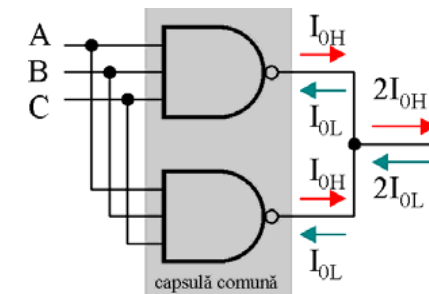

Figura 4.12. Posibilitate de interconectare a ieșirilor a două circuite CMOS.
3. Este interzisă interconectarea ieșirilor a două sau mai multe circuite logice, dacă există posibilitatea ca aceste ieșiri să ajungă la niveluri logice diferite. În figura 4.12 este prezentată o situație în care ieșirile pot fi interconectate – legând în paralel atât intrările cât și ieșirile unor porți din aceeași capsulă.